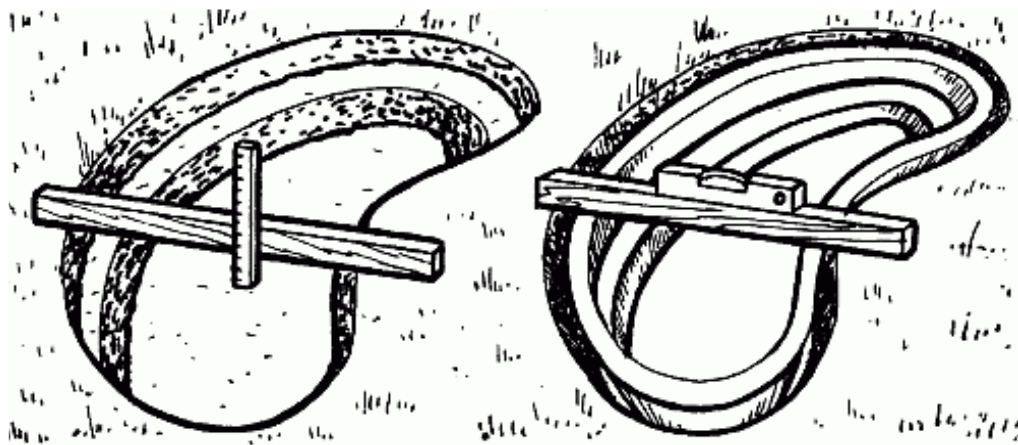

Рис. 75. Проверка поверхности дна и террасы котлована
2. Выкапывают яму, соответствующую форме. Причем ее глубина должна быть на 5 см больше высоты формы. Выравнивают дно котлована, оно должно быть строго горизонтальным (рис. 75).